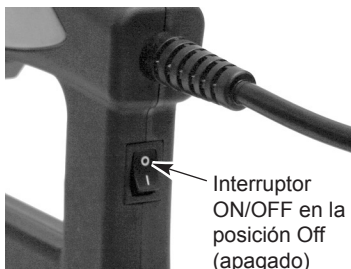

Figura 1
1. Mueva el interruptor de alimentación a la posición OFF (0) (vea la Figura 1) y desenchufe la herramienta.